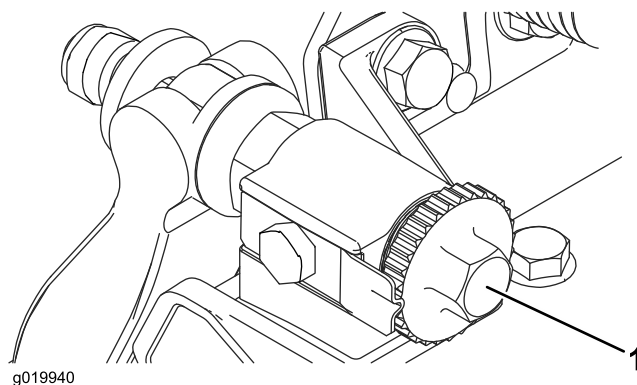

Figura 8
2. Girate in senso antiorario le viti di regolazione della barra di appoggio per accertarvi che la barra di appoggio non tocchi il cilindro (Figura 8).